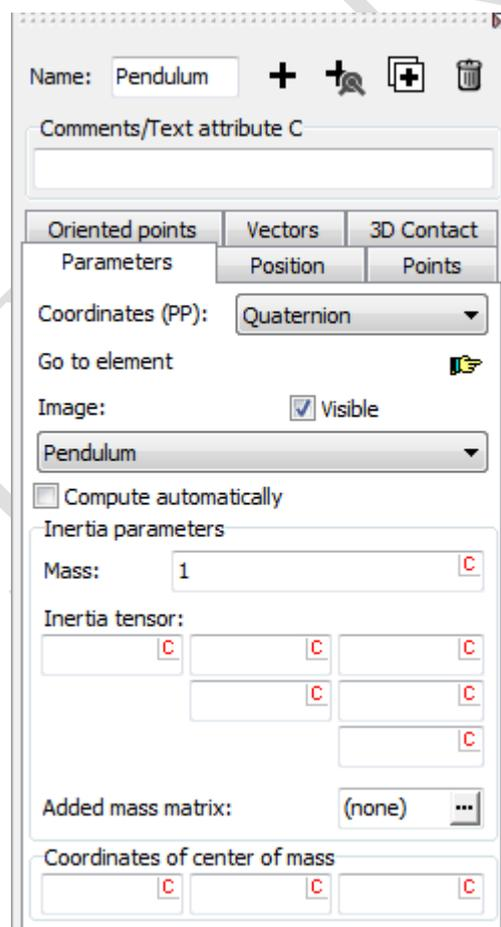

图 1.10 定义刚体参数
5. 设置质量参数 **Mass = 1 (kg)**，如图 1.10 所示。